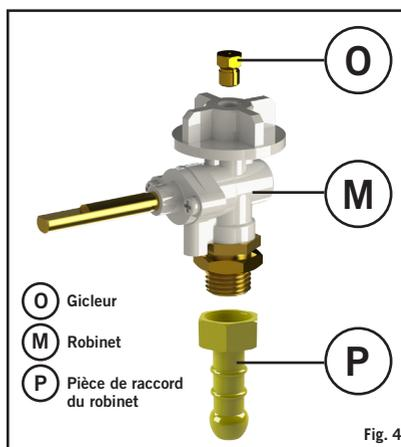

Fig. 4
- **Catégories d'appareils:** I 3B/P (30), I 3+ (28-30/37) and I 3B/P (37), (DK, FI, NO, NL, SE, AT, DE, BE, ES, FR, IE, IT, PT, GB, CH)
- Sur l'autre extrémité, fixez un régulateur à basse pression de 30 mbar (configurations Butane I 3B/P (30), I 3+ (28-30/37)) ou un régulateur à basse pression de 37 mbar (configuration Propane I 3+ (28-30/37)) approprié, en vous assurant que le flexible est bien installé. Le flexible utilisé doit être conforme aux normes BS 3212:1991/SABS 1156-2 ou équivalentes. En Afrique du Sud, le régulateur utilisé doit être conforme à la norme SANS 1237.
- **Catégorie d'appareil:** I 3B/P (50) (AT, DE)
- Vissez un flexible disposant des bons raccords filetés à chaque extrémité sur le filetage gaz de 1/4 po gauche du robinet (O) (Fig. 4). Fixez un régulateur à basse pression de 50 mbar adapté à l'autre extrémité du flexible. Le flexible utilisé doit être conforme à la norme DIN 4815 partie 2 ou équivalente.